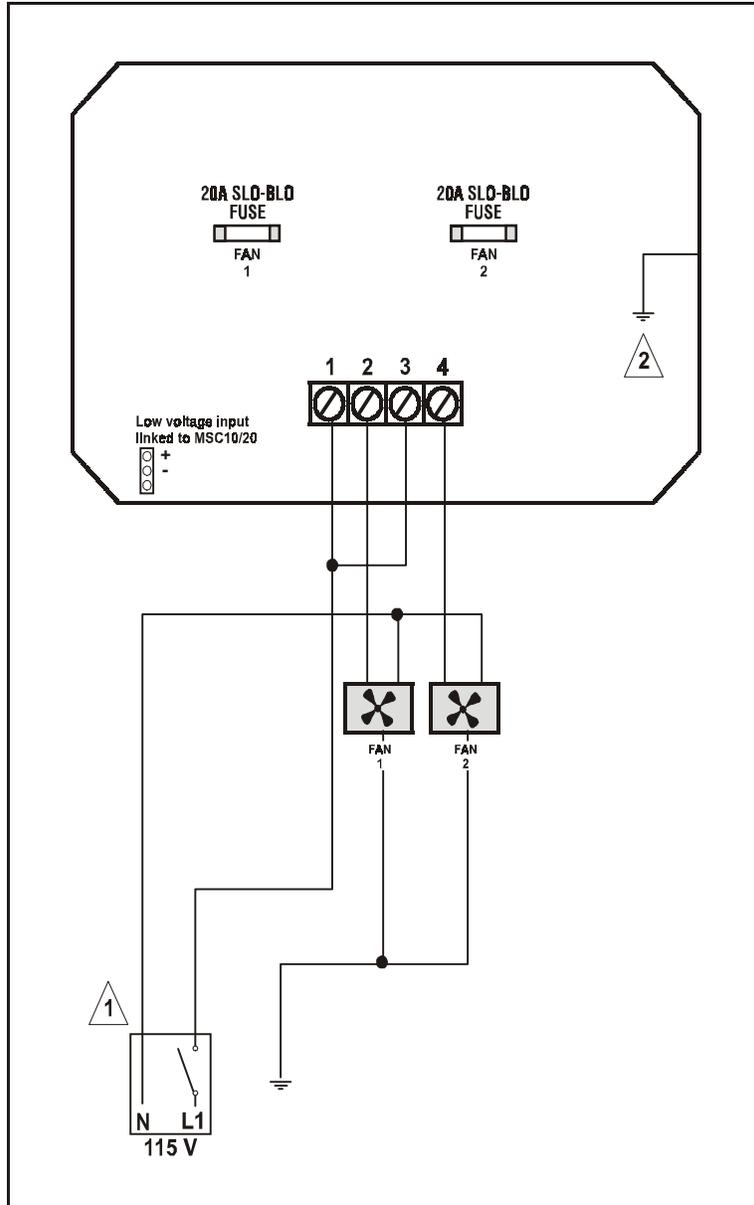

Fig. 1
Pour les procédures de branchement qui suivent, référez-vous aux figures 1 et 2.
Référez-vous à la figure 1.
- Branchez le câble aux bornes (+) et (-) du CM10-2. Référez-vous au coin gauche des figures 1 et 2.
Notes pour Figures 1 et 2